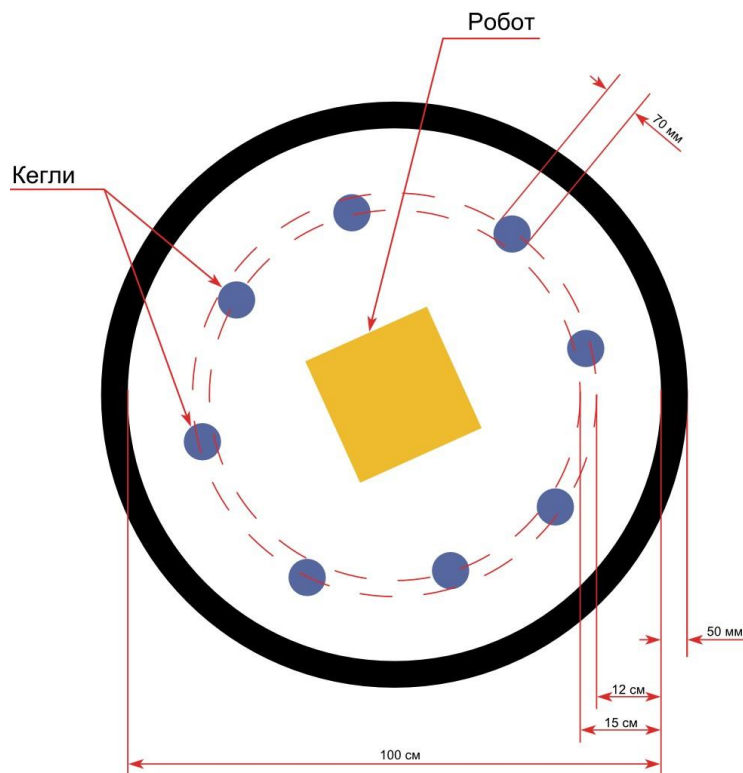

Рис. 1. Схема игрового поля
2. Ринг представляет собой круг диаметром 1 м, ограниченный по периметру линией толщиной 50 мм (см. рис. 1).